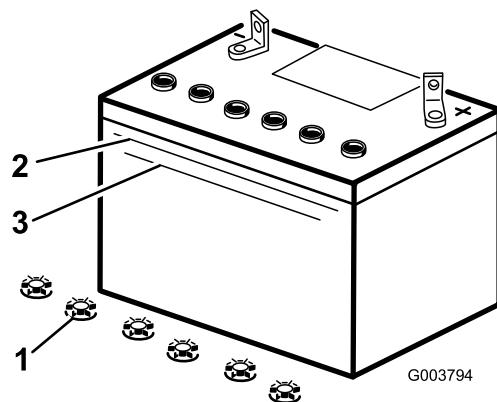

Figure 38
3. Observez le côté de la batterie. Le niveau de l'électrolyte doit atteindre le trait supérieur (Figure 38). Le niveau d'électrolyte ne doit pas descendre au-dessous du trait inférieur (Figure 38).
3. Enlevez les bouchons de remplissage de la batterie (Figure 38).
4. Versez de l'eau distillée avec précaution dans chaque élément jusqu'au repère supérieur (Figure 38) sur le côté de la batterie.
5. Attendez cinq à dix minutes après avoir rempli les éléments. Au besoin, ajoutez de l'eau distillée pour amener le niveau jusqu'au repère supérieur sur le côté de la batterie (Figure 38).